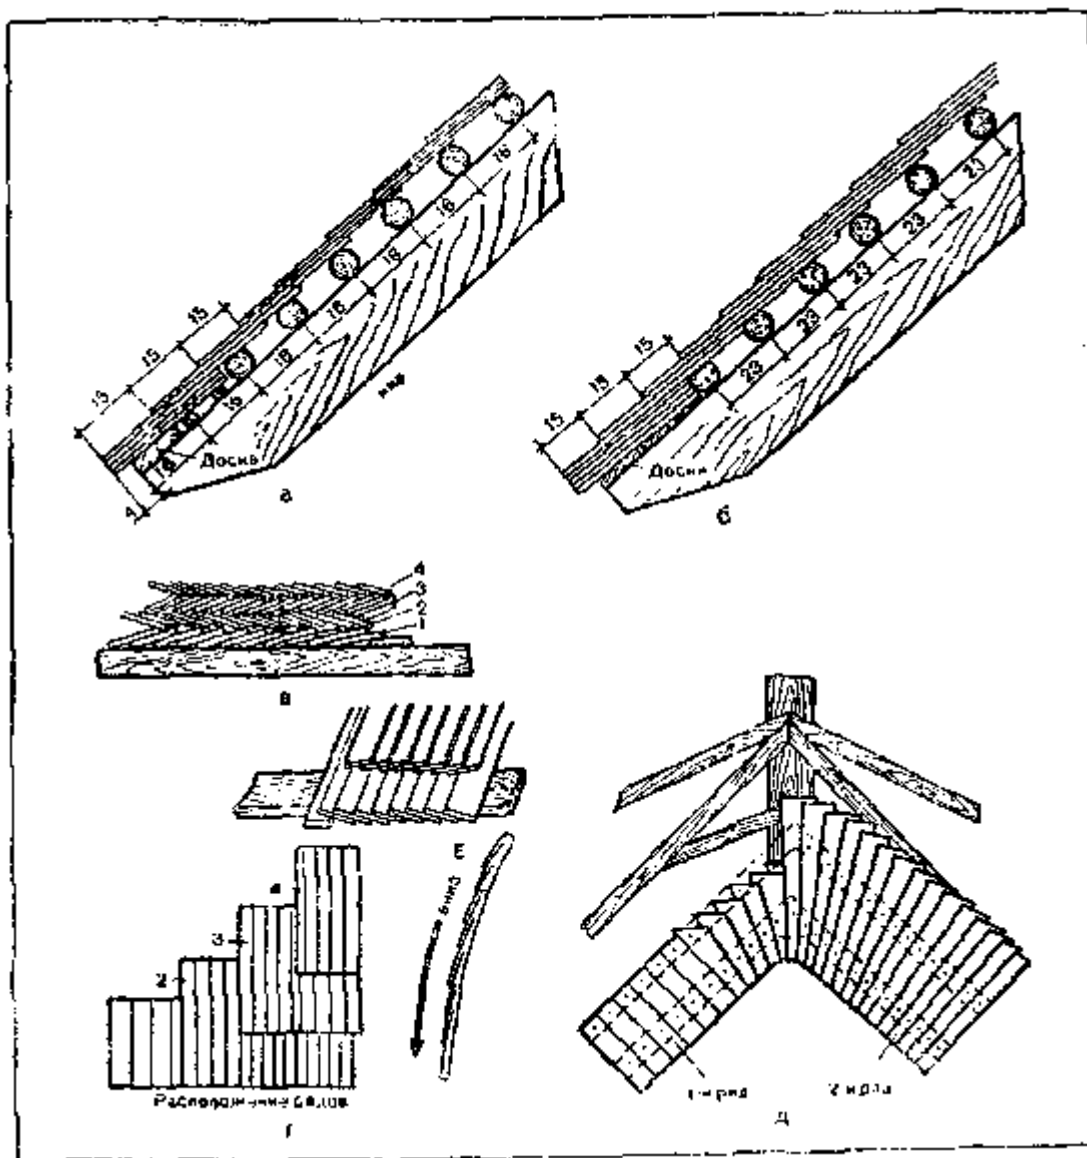

Рис. 159. Кровля из щепы-стружки (размеры в см):
**При покрытии разжелобков** (рис. 159, д) прежде всего следует помнить, что в разжелобках уклон становится как бы пологим, поэтому между основными обрешетинами необходимо уложить дополнительные.